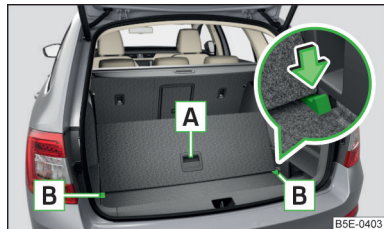

Fig. 121
- Ridicați de mâner **A** » fig. 121 partea din spate a podelei variabile.